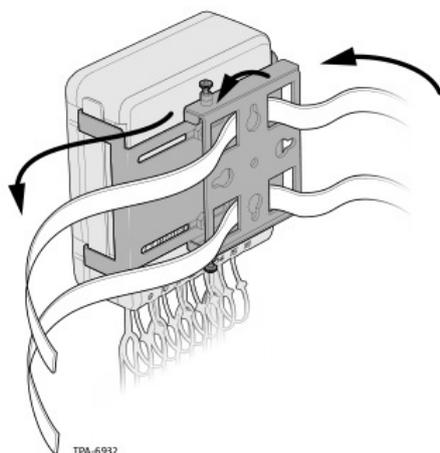

Figure 13
Étape 2 : faire glisser la sangle à travers les encoches du support (Figure 13)